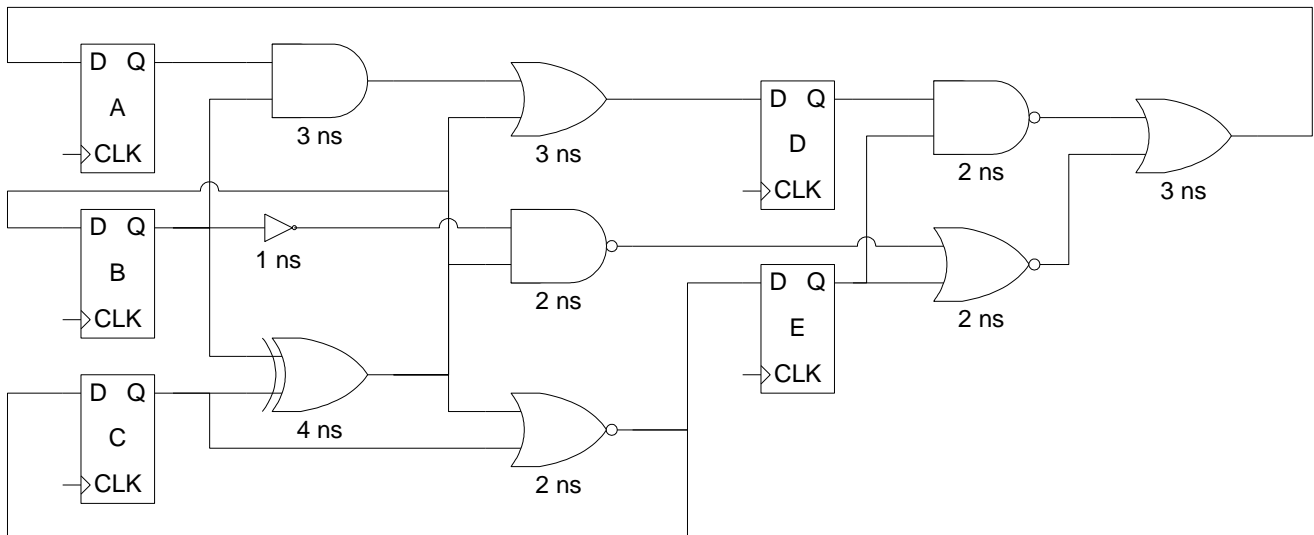

Figure 3: Example #3
- Déterminer la fréquence maximale d'horloge du circuit de la figure 3.
- Créer un nouveau bloc-schématique et simuler le circuit de la figure 3.